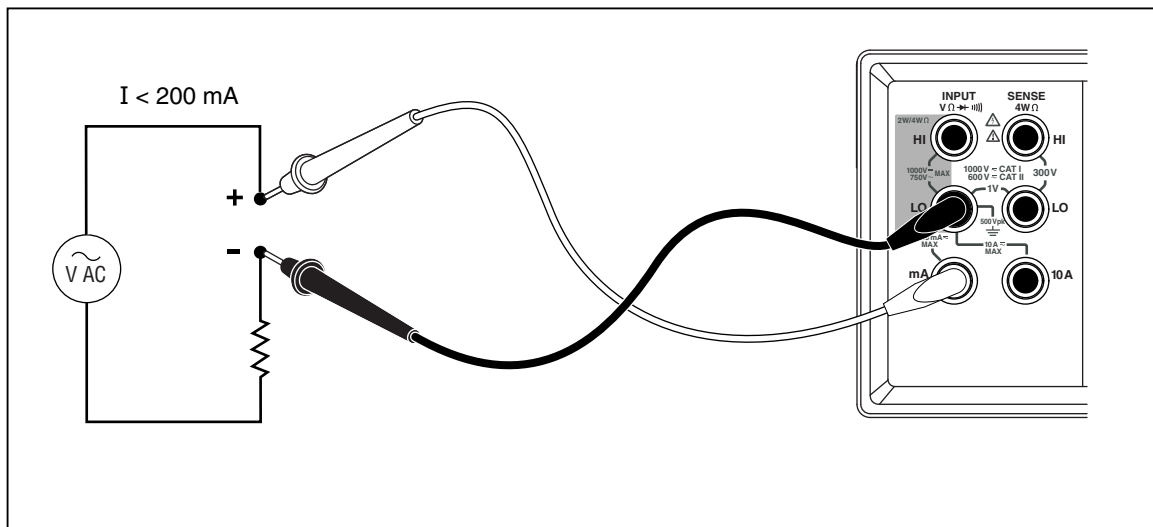

Figure 3-8. Mesure de courant <math>< 200 \text{ mA}</math>
4. Si l'on prévoit que la mesure sera inférieure à 200 mA, branchez les cordons de mesure aux bornes 200 mA et LO uniquement et retirez tout cordon de la borne 10 A. Voir la Figure 3-8.